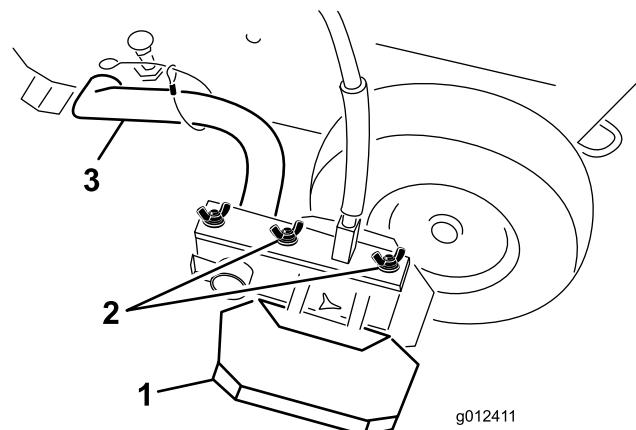

Figure 23
- Desserrez les écrous à oreilles qui fixent les déflecteurs de pulvérisation sur la rampe (Figure 23).
- Avancez ou reculez les déflecteurs (Figure 23) jusqu'à ce que la largeur de ligne voulue soit obtenue. Vérifiez que chaque déflecteur est à la même distance de la buse de pulvérisation.